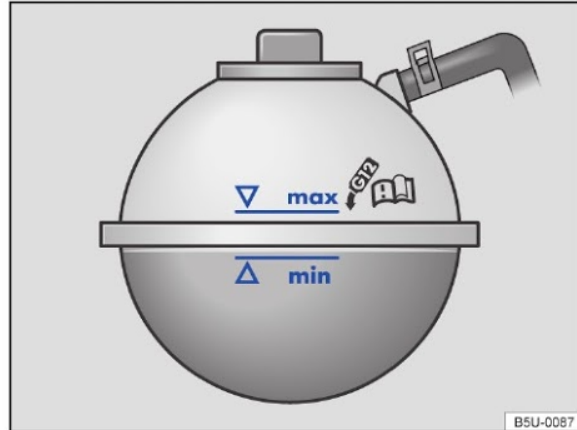

Fig. 130 No compartimento do motor: marcação no reservatório de expansão do líquido de arrefecimento do motor.
- Com o motor frio, verificar o nível do líquido de arrefecimento do motor pela marcação lateral do reservatório → Fig. 130.
- O nível do líquido de arrefecimento do motor deve permanecer dentro da marcação do reservatório → Fig. 130. **Não completar acima da marca "max"** → ⓘ!
- Completar com líquido de arrefecimento do motor somente até a marca "max" → Fig. 130. Caso contrário, ao aquecer-se, o líquido excedente será expulso do sistema de arrefecimento do motor e poderá causar danos.